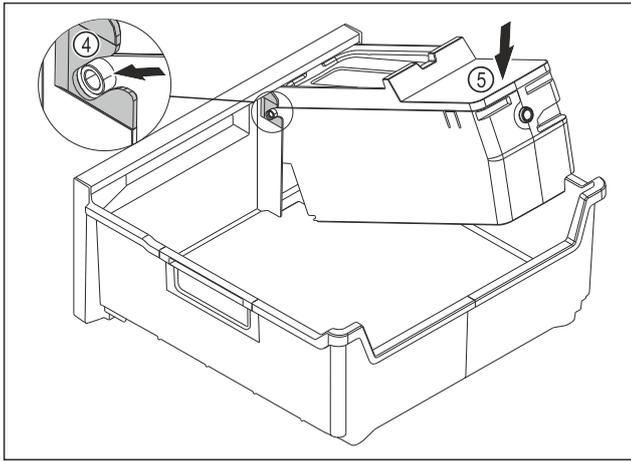

Fig. 134
- ▶ Monter le corps de l'EasyTwist-Ice : Insérer les axes du corps de l'EasyTwist-Ice dans les guides Fig. 134 (4).
- ▶ Appuyer l'arrière du corps de l'EasyTwist-Ice Fig. 134 (5) vers le bas.